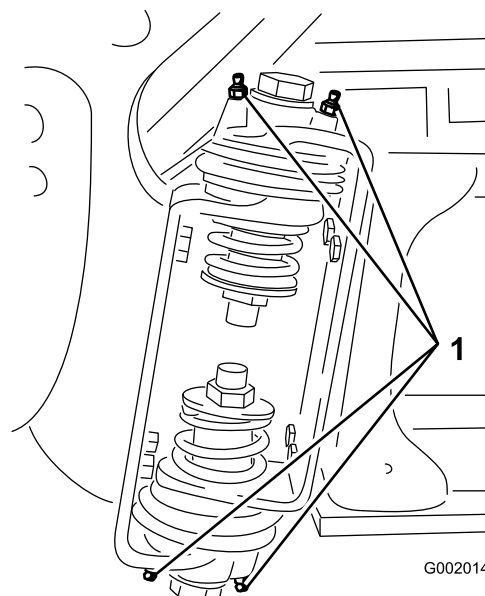

Figura 35
2. Bombee grasa en el cojinete o casquillo de cada punto de engrase Figura 35.